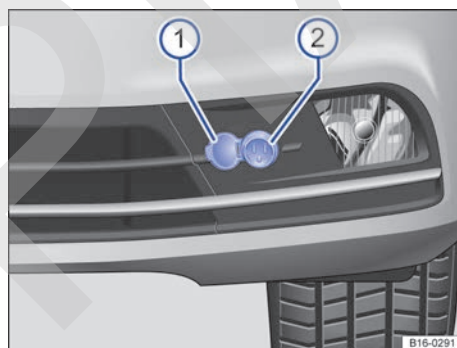

Fig. 107 En el parachoques delantero: toma ② para el pre calentamiento del motor.
- Abra la caperuza de protección → fig. 107 ①.
- Acople el cable de conexión a la toma ②.
- Antes de poner el motor en marcha, retire siempre el cable de conexión de la toma del vehículo y cierre la caperuza de protección ①.